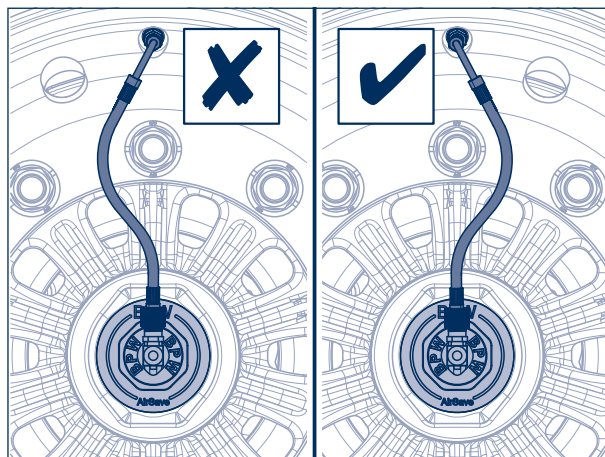

Figura 6
- [6] Gire el adaptador de la tapa de llanta (817) con una llave (SW 55) o con unos alicates hasta que la unión roscada del rotor se pueda conectar al manguito de la válvula (véase la figura 6).
El manguito de la válvula no debe apuntar en la dirección en la que se desenrosca el rotor AirSave (véase la figura 6).